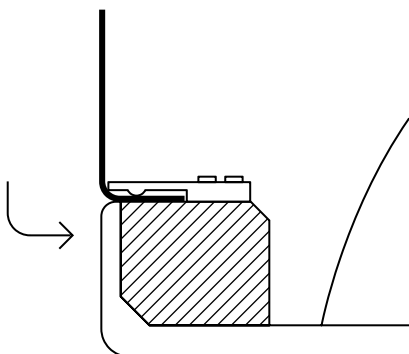

рисунок 6
4.2. Установите экран, чтобы выровнять ножки по высоте. - *рисунок 6*.